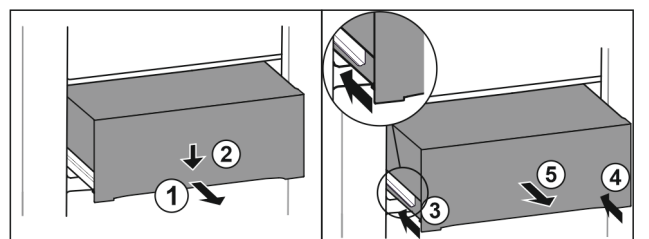

Fig. 157
- Schubfach halb herausziehen. Fig. 157 (1)
- Schubfach an der Vorderseite nach unten drücken. Fig. 157 (2)
- Linke Schiene etwa 2 cm einschieben. Fig. 157 (3)
- Rechte Schiene etwa 2 cm einschieben. Fig. 157 (4)
- Schubfach nach vorne entnehmen. Fig. 157 (5)